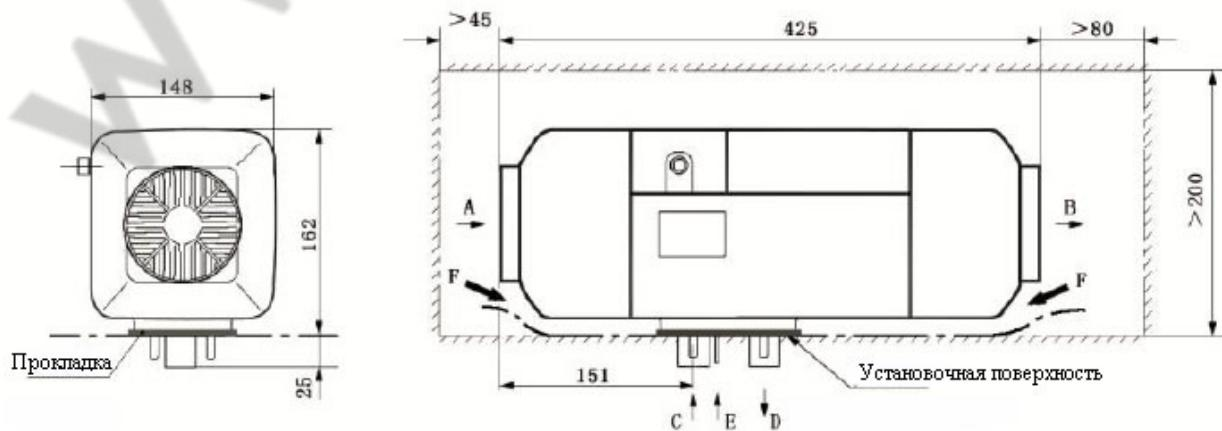
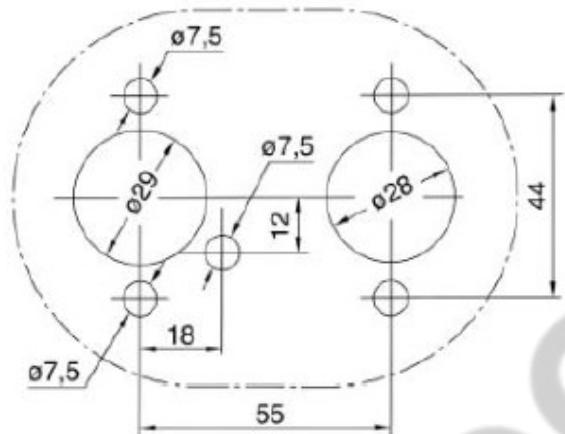

Рис. 8
Рис. 9
4.2.2 Для удобства прохождения воздушного потока, удобства установки и обслуживания печки при её установке должно быть предусмотрено достаточное свободное пространство. Смотрите рамку из двойной пунктирной линии на Рис.8 указывающую на пространство для установки.
4.2.3 Между печкой и установочной поверхностью транспортного средства необходимо обеспечить хорошее уплотнение. Между печкой и установочной поверхностью транспортного средства должна быть вставлена специальная прокладка (как показано на Рис. 8), которая поставляется производителем. Установочная поверхность должна быть достаточно ровной. Место, на которое устанавливается печка, должно иметь неровности менее 1 мм. После того как будут просверлены установочные отверстия неровности поверхности должны быть устраниены в соответствии с данными требованиями. После установки плотно закрутите четыре поставляемые производителем гайки M6. Убедитесь, что в зазоре между печкой и установочной поверхностью транспортного средства (Рис. 8 -F) нет посторонних предметов. Расположение установочных отверстий представлено на Рис. 9.